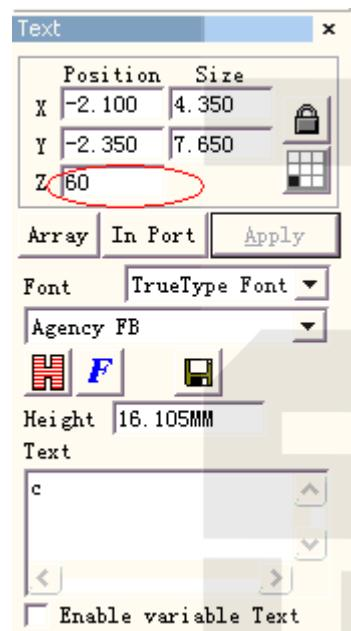

Рис. 8-5-3. Ввод буквы «**c**».
**3 этап:** начертите букву «**c**» в рабочем пространстве и установите значение 60 по координате Z.. Далее нажмите кнопки «**Apply**» (применить) и «**put to origin**» (поместить в начало координат), как показано на Рис. 8-5-3.